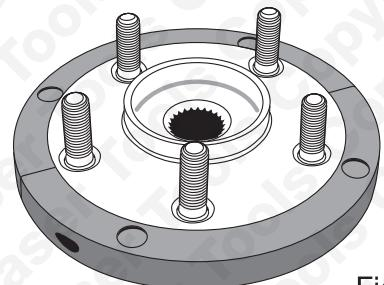

Fig 2
- Fare riferimento alla Fig 2: assemblare le valve di inserimento (A) sul nuovo cuscinetto/flangia e fissare con le viti di fermo (D) fornite.
- Assemblare le quattro perni di forzatura (E) alla piastra di forzatura (B). L'O-ring di gomma sul perno di forzatura lo fixerà nella bussola della piastra di forzatura.